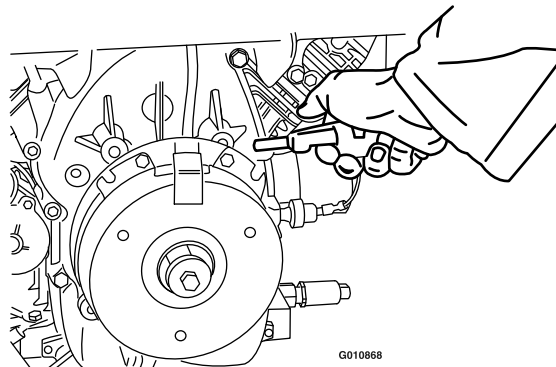

Figura 81
3. Con un compressore d'aria eliminate tutti i detriti presenti sotto il giunto del freno e attorno ai distanziatori (Figura 81).